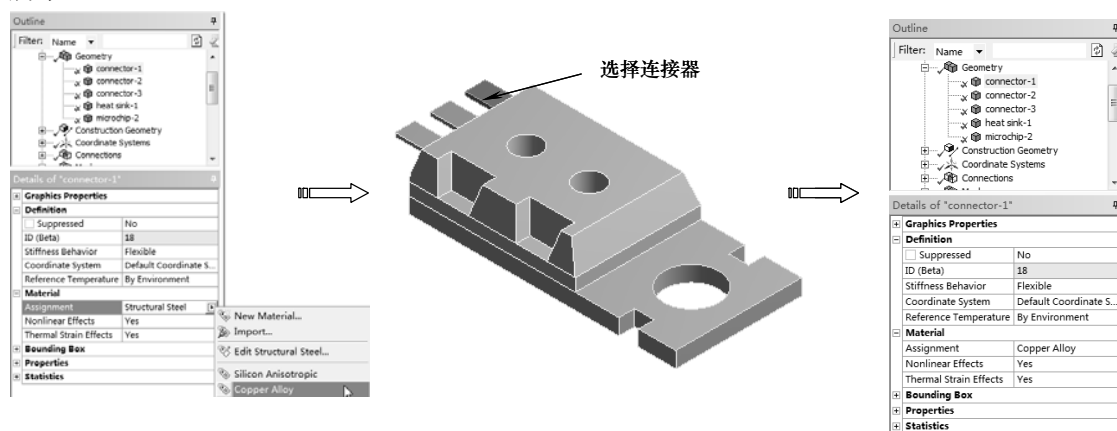

图 11-34 设置连接器材料
4) 同理，依次在窗口左侧【Outline (分析树)】中单击【Geometry】节点下的【connector-1】、【connector-2】、【connector-3】，在详细设置窗口中设置【Material】为 Copper Alloy，如图 11-34 所示。